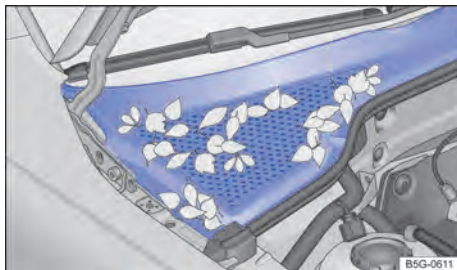

Fig. 204 Entre o compartimento do motor e o para-brisa: caixa de água (representação esquemática).
- A caixa coletora de água está localizada no compartimento do motor, entre o para-brisa e o motor e sob uma cobertura perfurada → Fig. 204. O ar ambiente é sugado da caixa coletora de água para o interior do veículo por meio do sistema de aquecimento e ventilação ou do ar-condicionado.